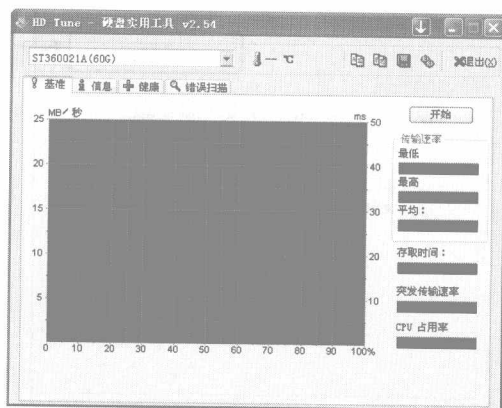

图 1-8
- ⑧ 重装系统后会发现启动速度非常慢，而且硬盘灯不停地闪烁，进入系统后，运行 HD Tune 软件进入如图 1-8 所示的 HD Tune 主界面。